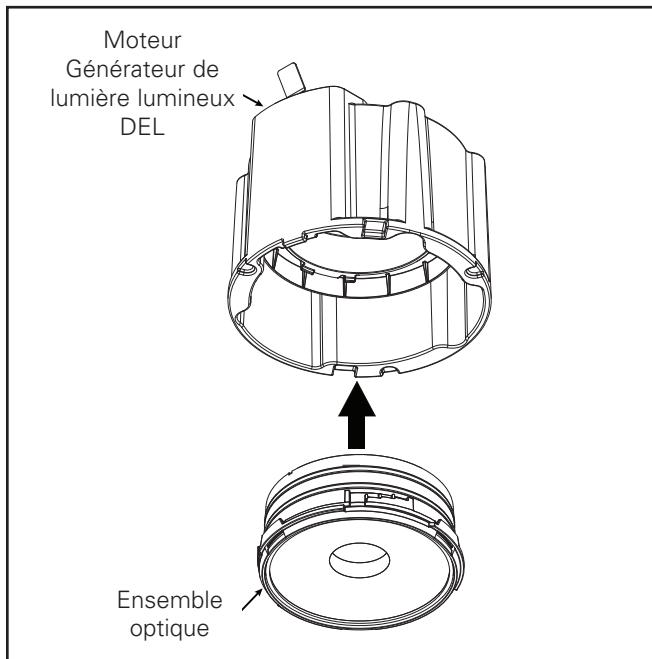

Figure 14
7. Installez le moteurgénérateur de lumière à DEL et l'assemblage de la garniture en insérant les ressorts de torsion dans les récepteurs à ressort situés à l'intérieur du boîtier. (Figure 14).
3. Insérez l'ensemble optique dans le support du moteur lumineux à DEL et alignez-le sur les fentes d'ouverture du support du moteur lumineux à DEL. (Figure 14)